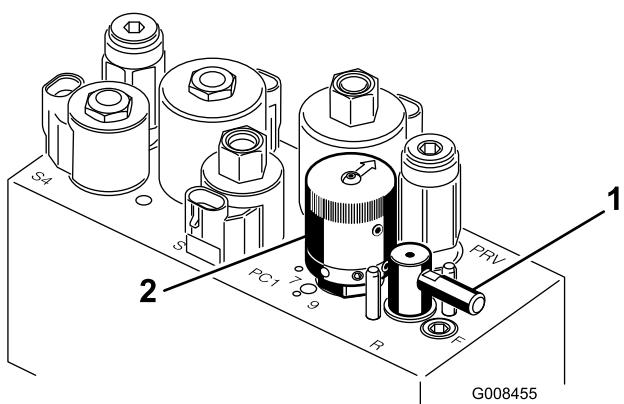

図 49
5. バックラップレバーを R 位置にセットする（図 49）。
6. リール速度セレクタを 1 にセットする（図 49）。